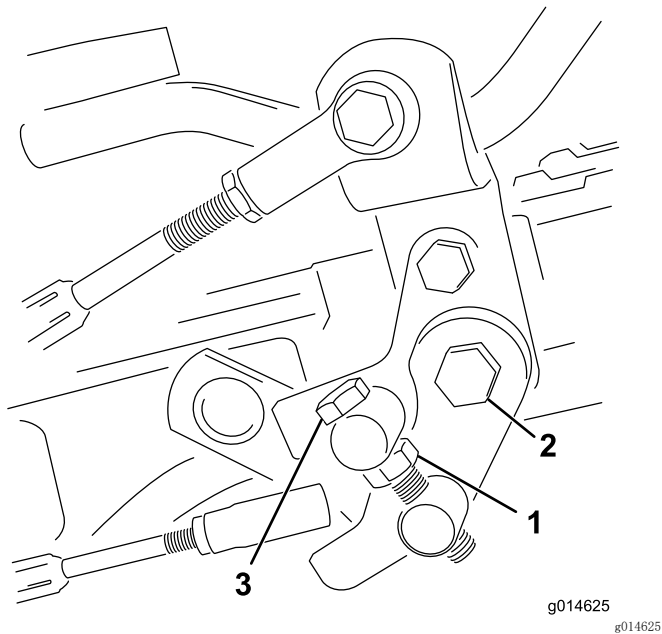

图39
1. 松开枢轴螺栓上的锁紧螺母（图39）。
4. 上紧枢轴螺栓上的锁紧螺母和踏板枢轴上的螺母，锁定调整（图39）。检查调整情况，并按需要调整。